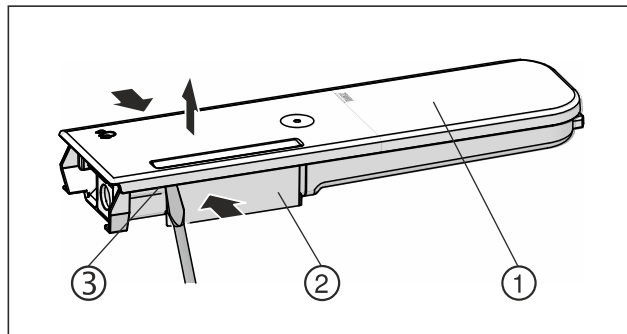

Fig. 151
- ▶ Pres vandbeholderen Fig. 151 (2) sammen, og vip forsigtigt låget op Fig. 151 (1) via låsetapperne Fig. 151 (3), og træk det op.
- ▶ Bevæg låget Fig. 151 (1) let frem og tilbage, og tag det op og ud.